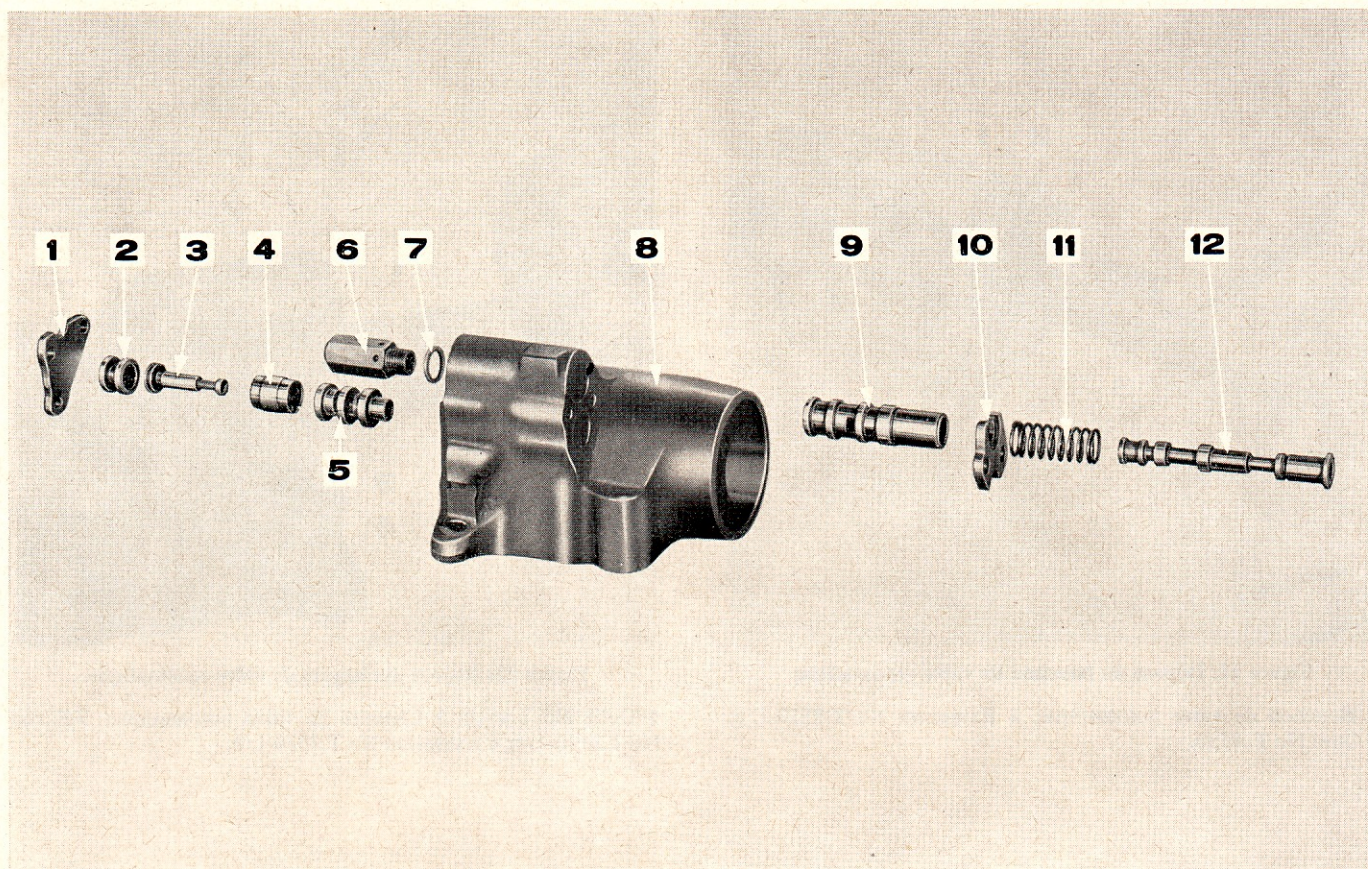

Figure 20: Vue éclatée du cylindre de relevage
La Figure 20 représente une vue éclatée du cylindre de relevage.
5. Extraire les trois boulons fixant le couvercle avant (Figure 20) sur le cylindre de relevage, et déposer le couvercle.